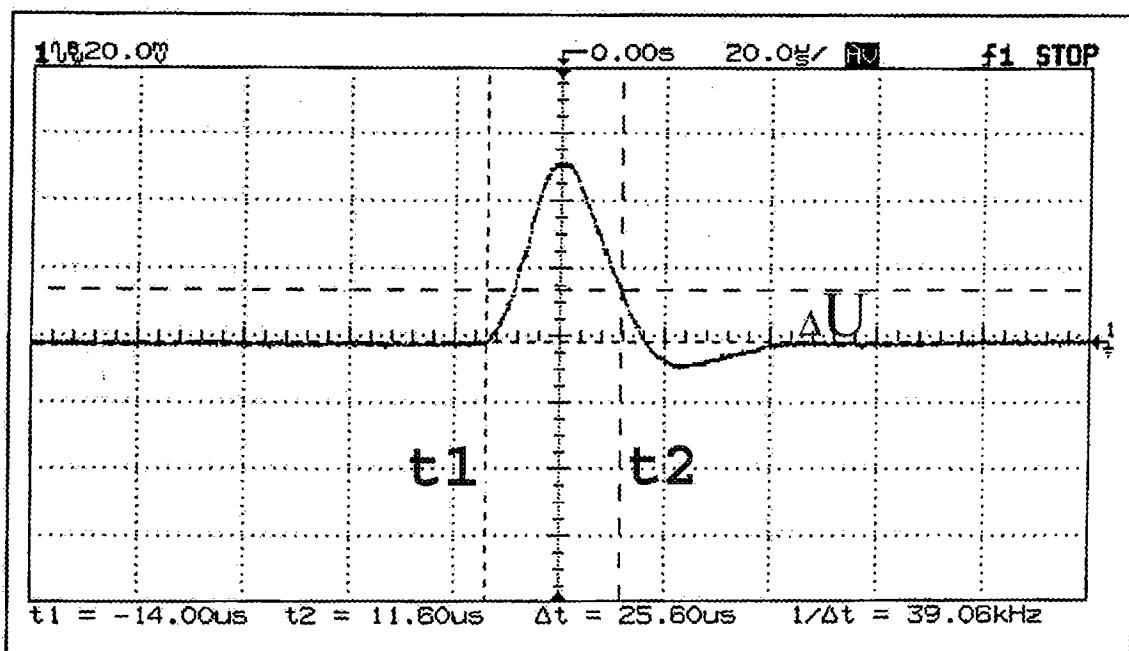

Рис. 7.3.3. Изменение выходного напряжения источника во времени при изменении нагрузки
- установить его на линию установленного напряжения после переходного процесса (см. правую часть рис. 7.3.3)
- отвести КН2 от КН1 в направлении пика напряжения переходного процесса (для осцилограммы на рис. 7.3.3 – вверх) на расстояние, соответствующее разности напряжений между КН1 и КН2, равной ΔU . (Разность напряжений рассчитывается самим осциллографом и отображается на дисплее)